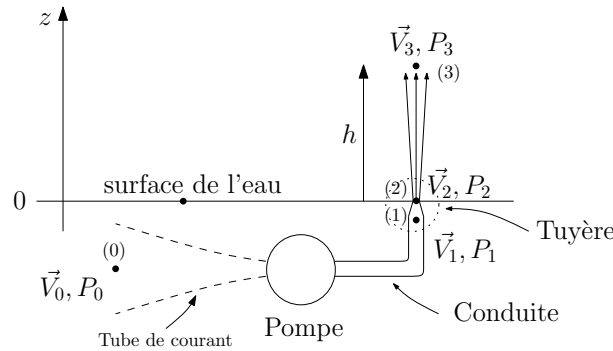

FIGURE 1 – Modélisation du jet d'eau
- L'eau est aspirée par la pompe dans l'eau du lac sous une pression proche de la pression atmosphérique ($P_0 = 10^5$ Pa) avec une vitesse V_0 négligeable devant V_1 et V_2 , (point (0) sur la figure 1).
- À la sortie de la pompe, l'eau est dirigée dans une conduite de section $S_1 = \frac{\pi d_1^2}{4}$, avec une vitesse V_1 sous une pression P_1 , la conduite étant située proche du niveau de l'eau du lac c'est-à-dire proche de $z = 0$, (point (1) sur la figure 1). En utilisant la photo de la conduite, on prend $d_1 \approx 30$ cm.
- À la sortie de la tuyère, on considère que la pression du jet d'eau est uniforme sur une section et égale à la pression atmosphérique : $P_2 \approx P_0$; la vitesse vaut V_2 . Le diamètre du jet d'eau est celui de la tuyère : d'après la photo de la tuyère de sortie ce diamètre est $d_2 \approx 10$ cm, (point (2) sur la figure 1)).
- Le jet d'eau à l'air libre, est envoyé verticalement et s'arrête pour une hauteur h . La pression vaut alors $P_3 = P_0$ et la vitesse de l'écoulement est $V_3 \approx 0$, (point (3) sur la figure 1)). En utilisant la photo du jet et en utilisant la hauteur d'un étage d'un immeuble haussmannien de l'ordre de 4 m, on trouve $h \approx 150$ m.